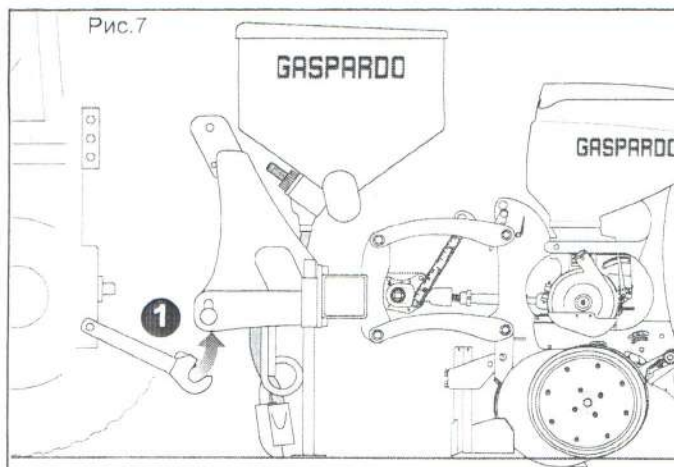

Рис.7
- 1) Прикрепить штанги подъемника за соответствующие штыри (1, Рис.7). Заблокировать штифтами до щелчка.